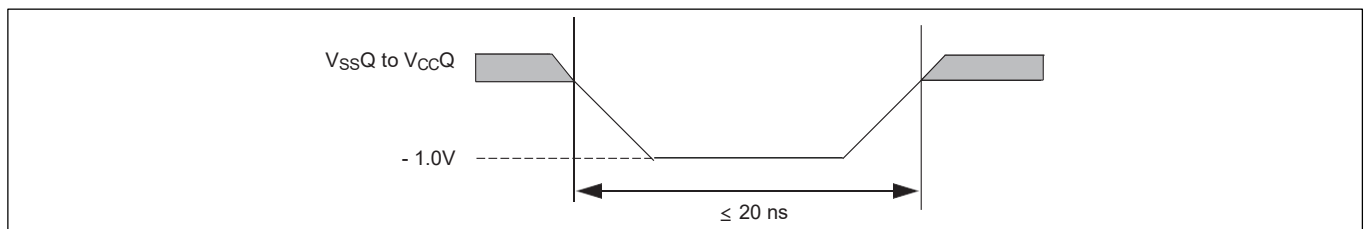
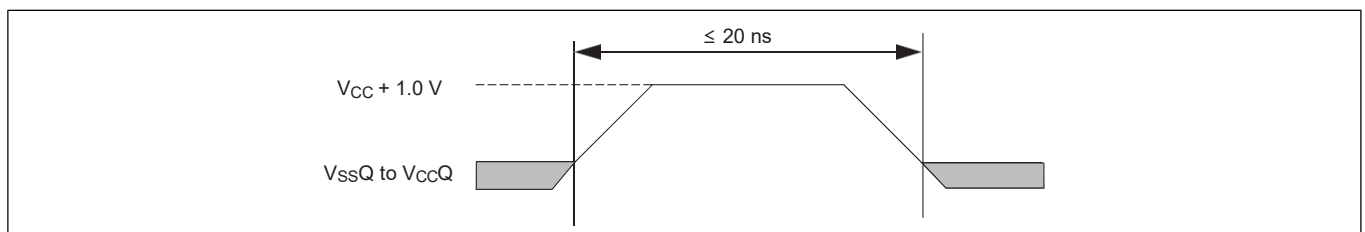

图17 最大负过冲波形
图 18 最大正极过冲波形
45. 输入或 I/O 信号上的最小 DC 电压为-1.0 V。在电压转换期间，输入或 I/O 信号可能低于 V_{SS}至-1.0 V，持续时间长达 20 ns。见 图17。输入或 I/O 信号上的最大 DC 电压为 V_{CC} + 1.0 V。在电压转换期间，输入或 I/O 信号可能高于 V_{CC} + 1.0 V，持续时间长达 20 ns。见 图18。